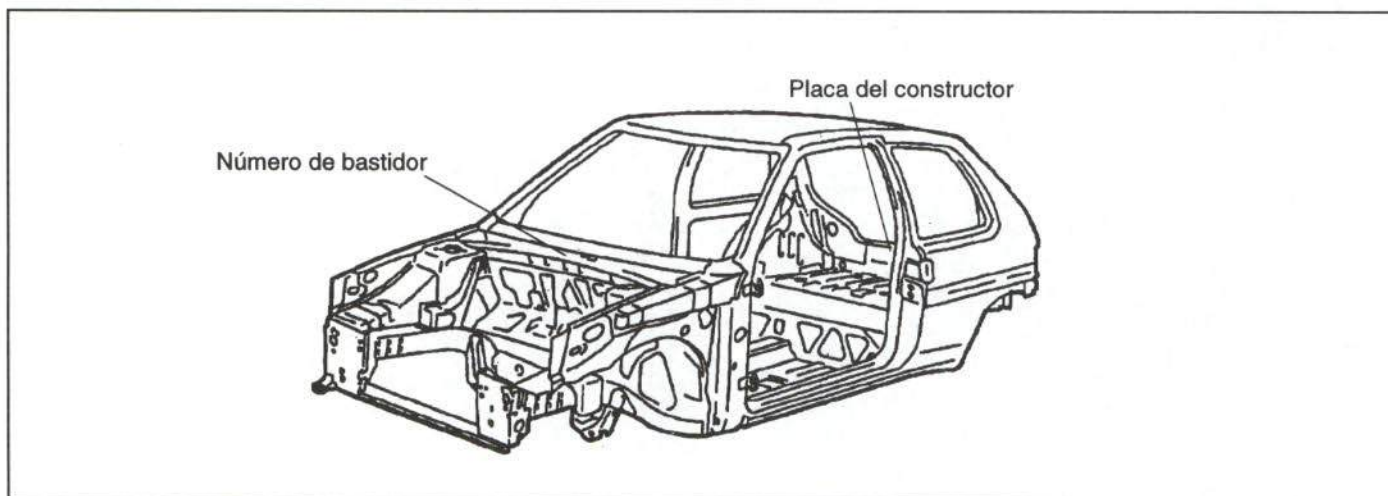

Figura 1.- Situación de las placas de identificación del vehículo
La situación de estas placas se refleja en la figura 1.
- **El número de bastidor** se encuentra troquelado en la parte superior frontal de la chapa torpedo de luna (figura 1).